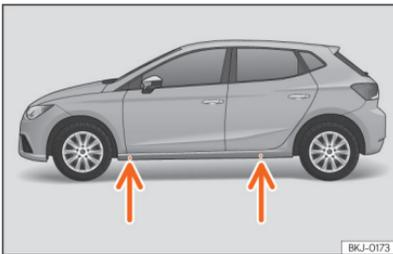

Abb. 191 Aufnahmepunkte für den Wagenheber.
- Suchen Sie am Längsträger die Markierung des Wagenheberaufnahmepunktes (Eindrückung), die dem zu wechselnden Rad am nächsten liegt >>> **Abb. 191**.